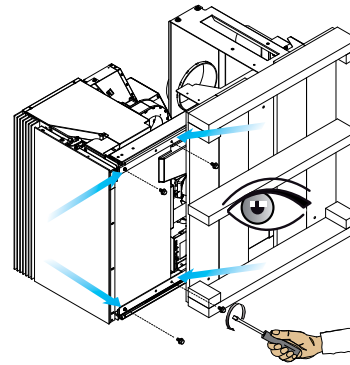

Abb. 6.1.5
- 5) Lösen Sie die vier Schienenbefestigungsschrauben an der unteren Wand des Ofeneinsatzes (Abb. 6.1.5).